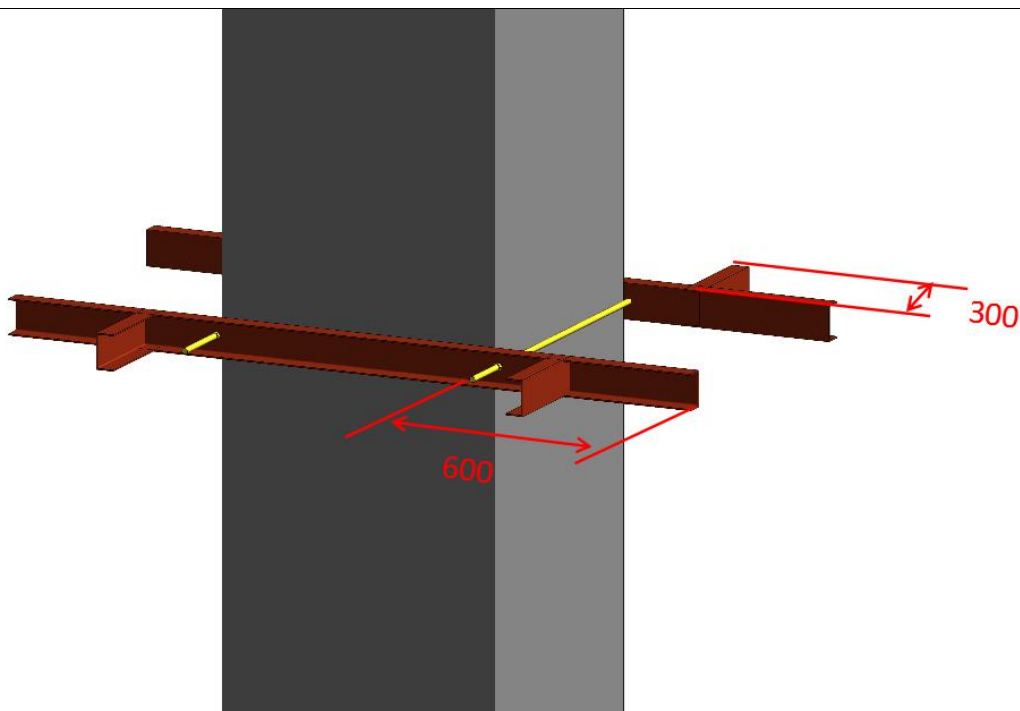

图 3.13-2 抱柱固定支撑示意图（高处拼焊作业平台辅助设施）
**【结构型号】**用底面用 63×3 mm 角钢，护栏用 40×3mm 角钢高度 1200mm，人员作业通道 600mm，抱柱固定支撑使用 10#槽钢焊接制作，在槽钢上开孔采用  $\phi 16$ mm 对拉螺杆连接固定（图 3.13-2）。